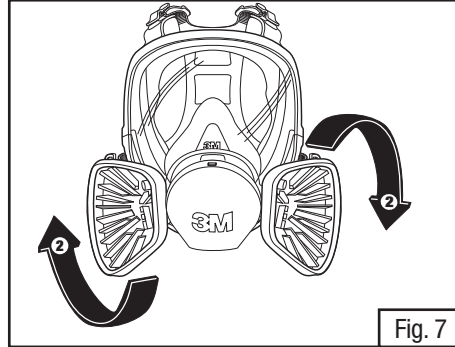

Fig. 7
2. Gire el adaptador 1/4 de vuelta en sentido de las manecillas del reloj hasta que se detenga. Para quitar el adaptador, gire 1/4 de vuelta en sentido contrario a las manecillas del reloj (Fig. 7).